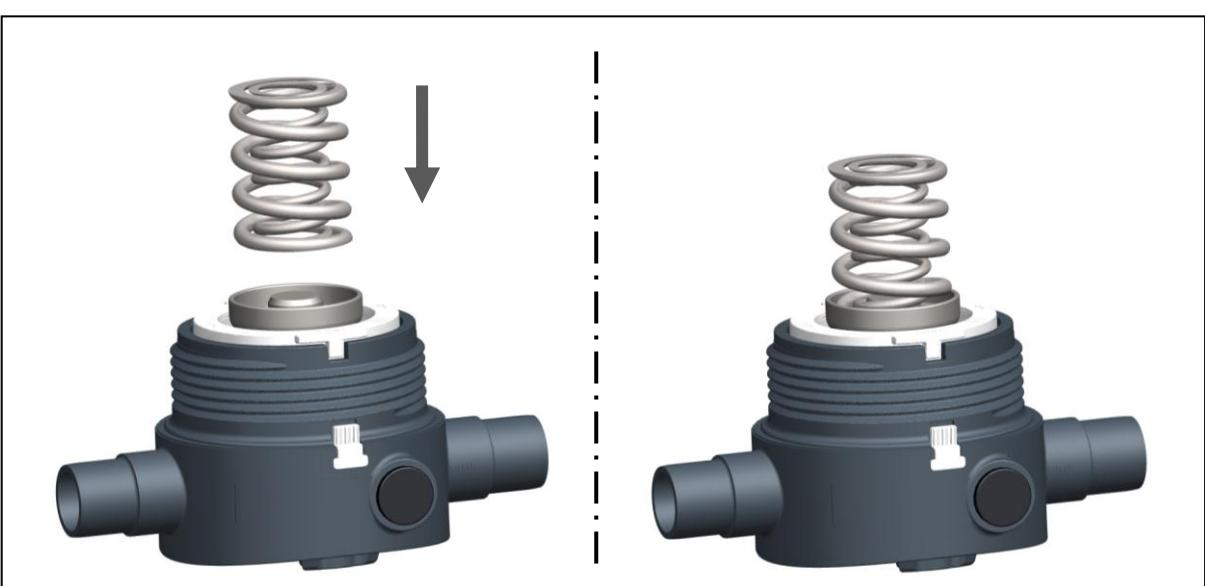

Fig. 15
- Poser le ressort sur le compresseur, voir Fig. 15